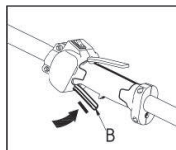

Fig. 7-2
do para impedir a operação acidental do controle do acelerador. Quando você pressiona a trava (A) (ou seja, quando você segura a alça), ela libera o controle de aceleração (B). Quando você soltar a alavanca, o controle do acelerador e o bloqueio do acelerador retornam às suas posições originais. Este movimento é controlado por duas molas de retorno independentes. Essa disposição significa que o controle de aceleração é automaticamente bloqueado na configuração de marcha lenta. (Fig 7-2) Certifique-se de que o controle do acelerador esteja travado na posição inativa quando o travamento do acelerador for liberado.